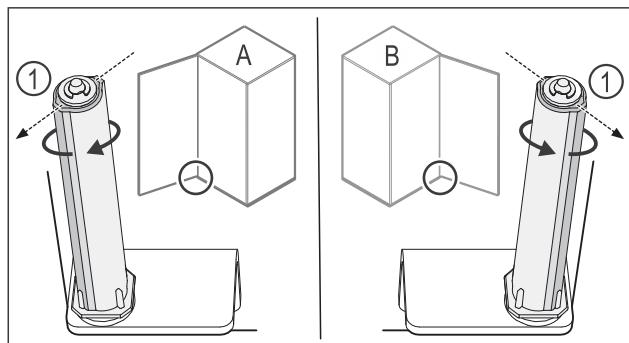

Fig. 36 Левое навешивание (A) / правое навешивание (B)
- Поворачивайте систему закрытия, преодолевая сопротивление до тех пор, пока ее ребро Fig. 36 (1) не будет направлено наружу.